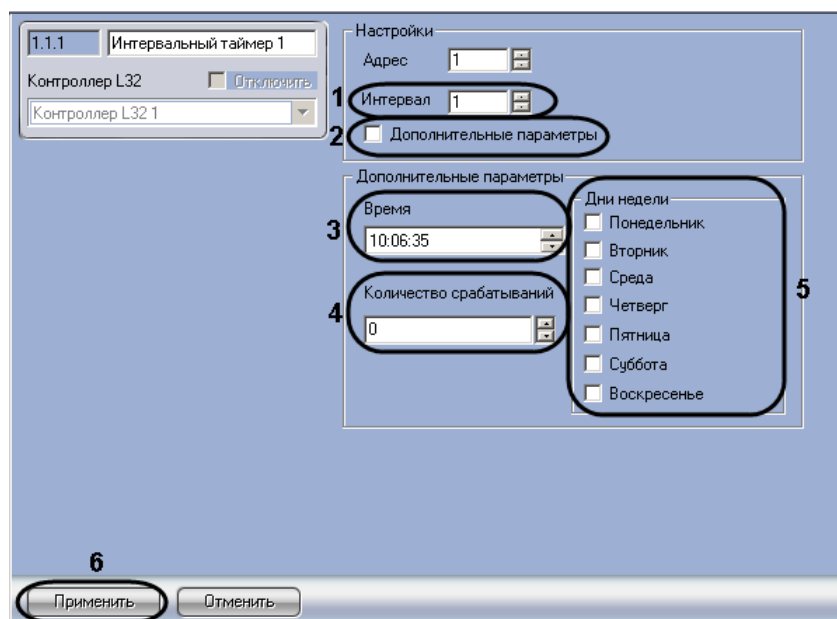

Рис. 3.3—20 Настройка интервального таймера
1. В поле **Интервал** ввести с помощью кнопок **вверх-вниз** период срабатывания таймера в секундах (см. Рис. 3.3—20, 1).